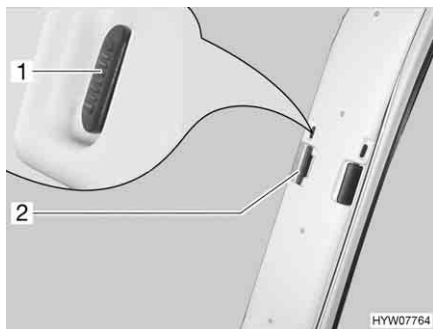
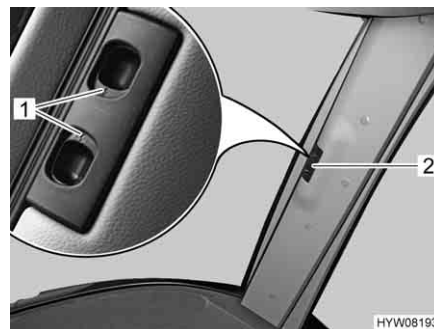

Fig. 25 Tendina oscurante pieghevole per il parabrezza
Fig. 26 Tendine oscuranti pieghevoli per il parabrezza (alternativa)
- A seconda del tipo di tendina oscurante, premere e tenere premute le levette di bloccaggio (Fig. 26,1).
- Tirare verso l'esterno le due metà della tendina oscurante pieghevole del parabrezza per la maniglia (Fig. 25,2 e Fig. 26,2) fino all'arresto.
- Spingere verso il basso il bottone di bloccaggio (Fig. 25,1) oppure rilasciare le levette di bloccaggio (Fig. 26,1) e farle innestare.